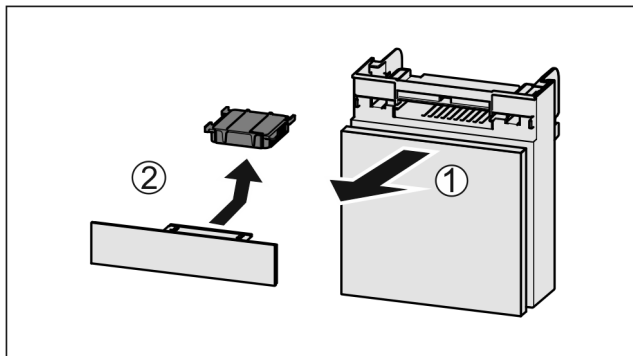

Fig. 120
- ▶ Вытянуть Fig. 120 (1) отделение движением вперед.
- ▶ Извлечь Fig. 120 (2) фильтр с активированным углем.